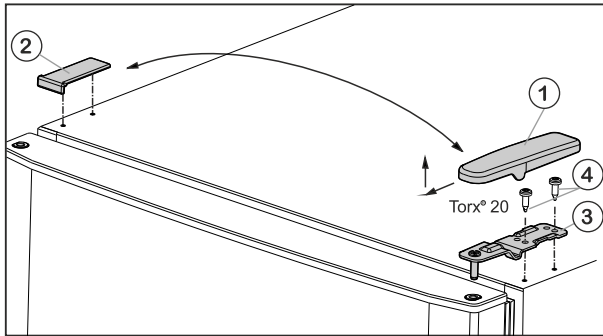

Fig. 6
- ▶ Abdeckung Fig. 6 (1) nach vorne und oben abziehen.
- ▶ Abdeckung Fig. 6 (2) abheben.
- ▶ Oberen Lagerbock Fig. 6 (3) abschrauben (2 mal Torx® 20) Fig. 6 (4) und nach oben abziehen.
- ▶ Oberen Lagerbock Fig. 6 (3) auf der neuen Scharnierseite in die Tür einsetzen.
- ▶ Oberen Lagerbock **fest (mit 4 Nm)** anschrauben (2 mal Torx® 20) Fig. 6 (4). Eventuell einen Akkuschräuber verwenden.
- ▶ Abdeckung Fig. 6 (1) auf der Gegenseite von außen aufsetzen und einrasten.
- ▶ Abdeckung Fig. 6 (2) jeweils auf der Gegenseite von oben aufsetzen und einrasten.